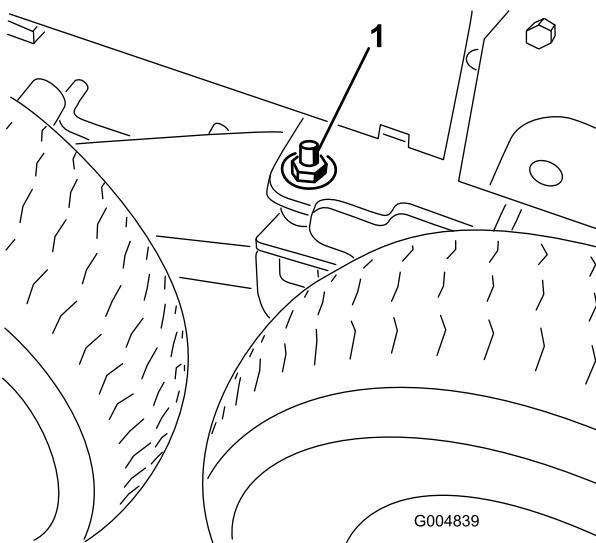

図 129
3. ボギーピボットの溶接部のロックナットとワッシャを外す 図 129。
インチ) とロックナットを取り付けて 図 129。